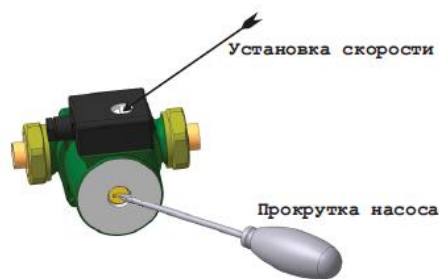

Рис. 24
8.4 В начале отопительного сезона перед запуском прибора необходимо проверить, не заблокирован ли вал циркуляционного насоса отложениями или накипью. Для этого снимите лицевую панель (2) рис.1, предварительно отсоединив блок управления (3), в соответствии с п. 4.3, затем отвинтите защитный колпачок и поверните вал двигателя с помощью отвертки по стрелке (рис.24). Установите защитный колпачок на место. Первый пуск насоса проведите на максимальной скорости. Работа может быть выполнена без привлечения специалиста сервисного центра.